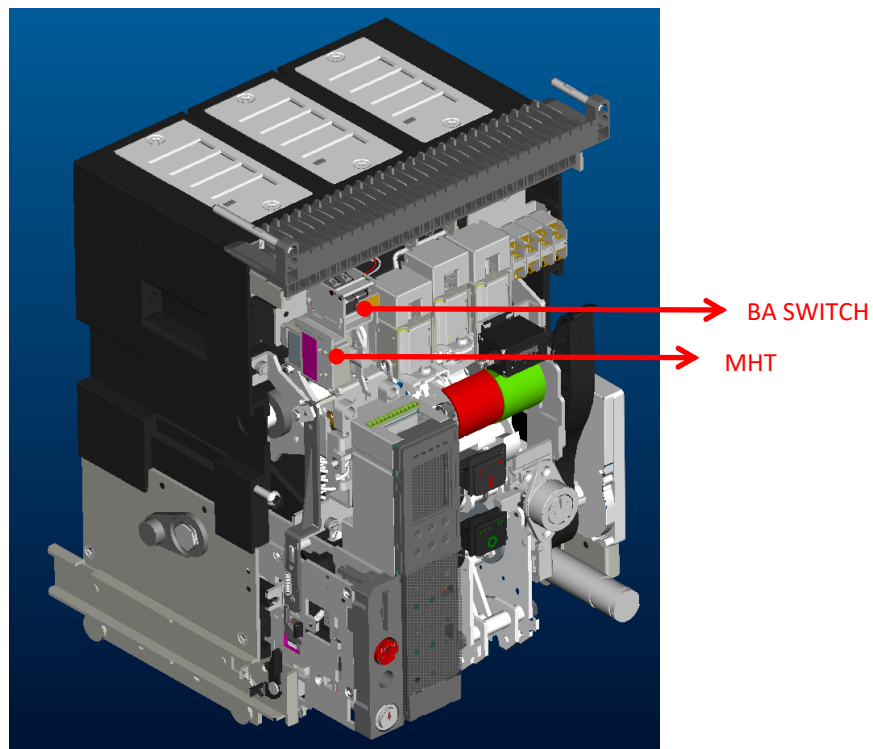

Fig. 5
5. 본체에서 BA 스위치의 위치를 찾아주세요. [FIG 5]
5. Find BA switch location on the body. [FIG 5]